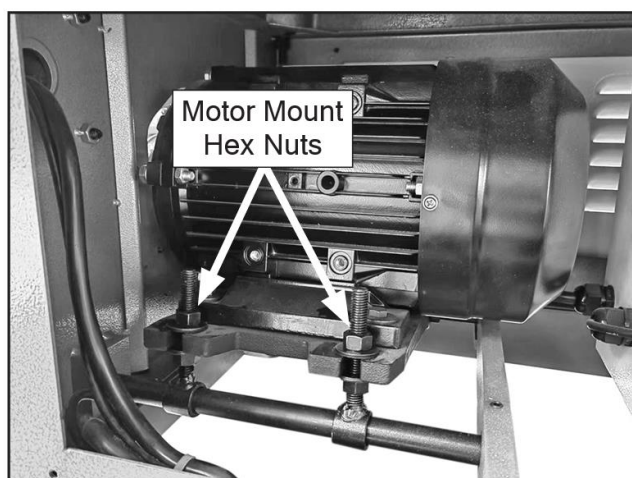

Рисунок 36. Расположение крепления двигателя.
3. Снимите переднюю крышку корпуса, чтобы получить доступ к шестигранным гайкам крепления двигателя (см. рис. 36).
5. Чтобы отрегулировать натяжение клинового ремня, ослабьте верхние шестигранные гайки крепления двигателя (см. рис. 36).,